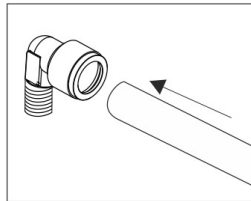

Abb. 3
- 1) Schieben Sie das Rohr in die Schnellkupplung (Abb. 3).